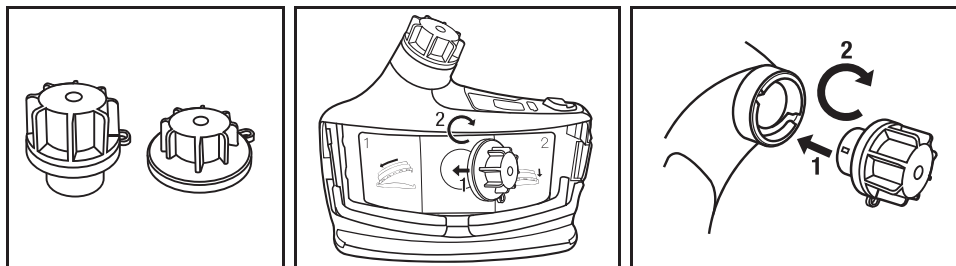

Fig. 16 Fixando as capas de limpeza e de armazenamento do motorizado
- Se for necessária uma limpeza adicional, remova o filtro/cartucho e a traqueia. Para minimizar a queda de material no motorizado, retire a traqueia (Fig. 12) e o filtro/cartucho (Fig. 6) enquanto ele estiver virado para baixo. Remova a bateria. Conecte os plugues de limpeza na entrada e saída de ar (Kit de Limpeza e Armazenamento TR-653 da 3M™) no TR-600 (Fig. 16). O TR-600 pode agora ser enxaguado com água corrente, imerso, ou colocado em uma anilha respiratória para limpeza adicional. A temperatura da água não deve exceder 122°F (50°C). As vedações dos pinos devem ser inspecionados quanto a danos e desgaste antes de cada utilização. As juntas gastas ou danificadas devem ser substituídas. Lavar o TR-600 ao utilizar vedações danificadas pode danificar o TR-600 e anular a garantia. Os motorizados que foram soltos (sopradores) ou danificados não devem ser imersos ou colocados em um lavador de respirador devido a potencial entrada de água em. **NOTA: As vedações devem ser substituídas a cada 30 utilizações ou anualmente, o que ocorrer primeiro, para minimizar o uso de vedações desgastadas.**